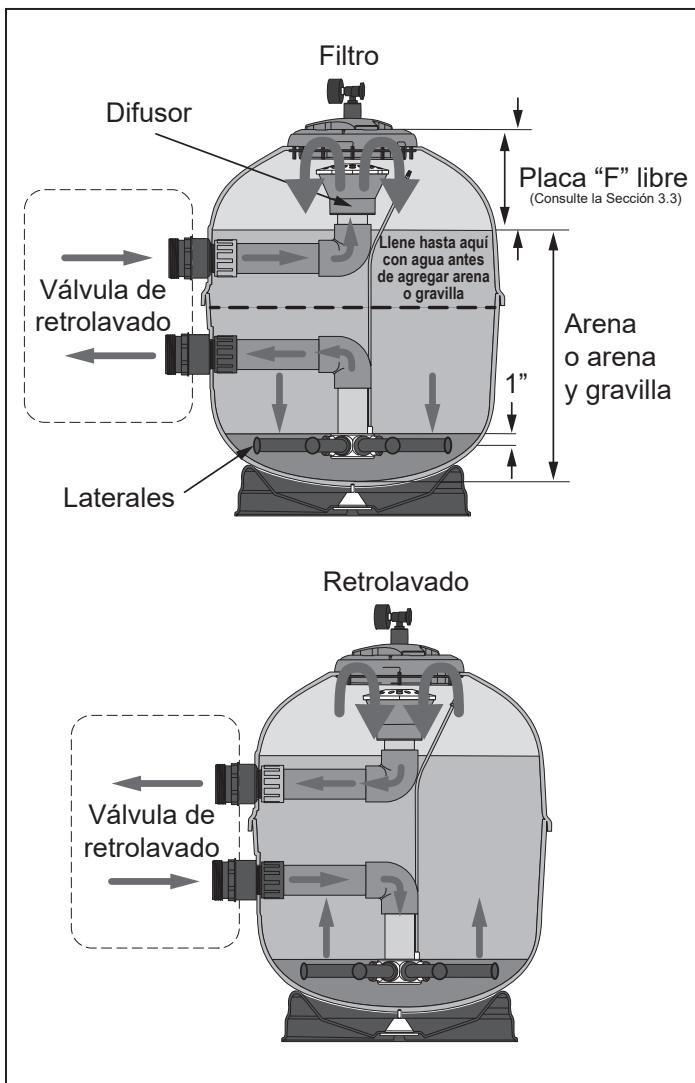

Figura 2. Funcionamiento del filtro y del retrolavado
Los filtros de arena de alto caudal Jandy en general usan arena como medio de filtrado, o de arena sobre una capa delgada de gravilla. Consulte la Figura 2. El uso de un medio de filtrado distinto de la arena también se describe en la sección *Preparación, Medios de filtrado alternativos*.
- Si se usa gravilla, cubrirá los laterales hasta aproximadamente 1" por arriba de los laterales. Consulte la Figura 2.
- Llene el filtro hasta la mitad con agua antes de cargar el medio del filtro. Consulte la Figura 2.